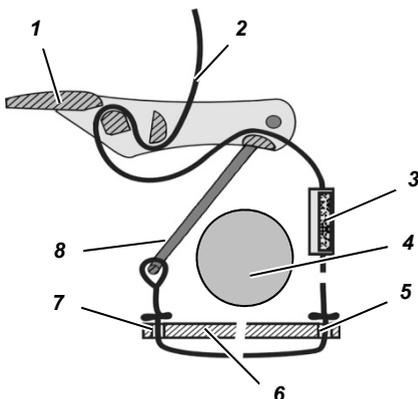

Рис. 43 Короткий ремень крепления баллона
- (1) Проденьте ремень крепления баллона (→ Рис. 43) вначале через прорезь в ложементе (с правой стороны держателя аппарата), затем через левую прорезь в ложементе, а затем через скобу крепления баллона - выставьте скобу крепления баллона вертикально.
- (2) Надвиньте ремень с застежкой-липучкой на ремень крепления баллона ворсистой стороной наружу.